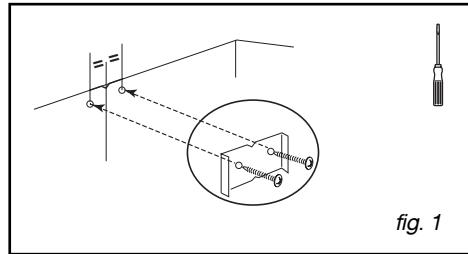

fig. 1
- Mål og aften en vandret linje på mindst 70 cm fra koge bordet (A/fig.1).
- Mål og aften en lodret linje (B/fig.1) på væggen, som er centreret i forhold til koge bordet og op til loftet, indtil enden af den vandrette streg (A).
- Skær boreskabelonen ud ved at følge den stiplede linje for at opnå to dele, nemlig C1 og C2 (fig.1).
- Placer skabelon C2 (fig. 1) på væggen ved at lægge stregen, som repræsenterer emhættens akse, på den lodrette streg B (fig.1), der blev tegnet lige før.
- Placer skabelon C1 (fig. 1) mod væggen og op mod loftet.
- Stram de 2 skruer oven over emhætten (D/fig.1) i 5 mms dybde.
- Fastgør aftræksrammen af metal mod væggen op mod loftet ved hjælp af de 2 skruer (fig. 1).
- Tag kontraventilen ud (fig. 1).